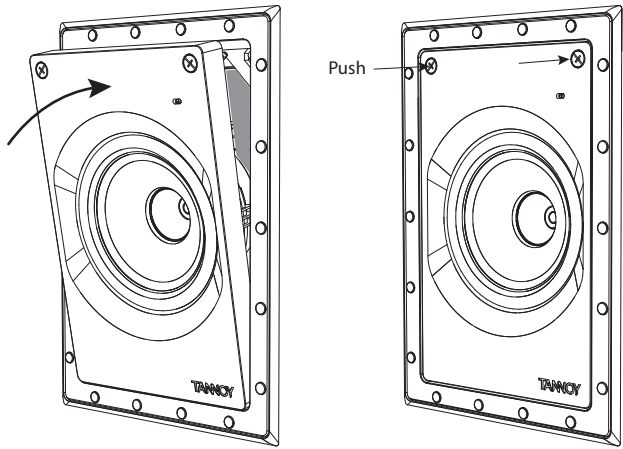

Fig. 13. Installing the Loudspeaker Assembly into the Frame
2. Segure o conjunto do altifalante em ângulo e encaixe as duas patilhas salientes na sua extremidade inferior, nas duas ranhuras correspondentes da estrutura (Fig. 13).